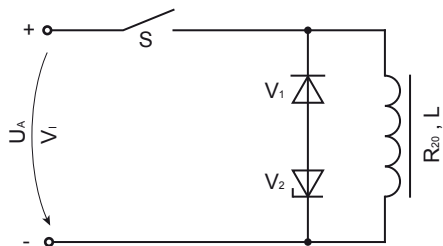

Fig. 8: Schaltung mit Zenerdiode / Zener diode circuit
8.7.1. Diode mit Zenerdiode (Fig. 8)
8.7.1. Diode with zener-diode (Fig. 8)